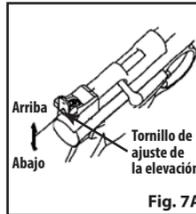

Fig. 7A
- La mira trasera se puede ajustar para disparar más arriba o más abajo (elevación). Afloje el tornillo de ajuste de elevación girándolo en sentido contrario al de las manecillas del reloj. Mueva la mira hacia arriba para que el perdigón golpee más alto en el blanco. Mueva la mira hacia abajo para que el perdigón golpee más bajo en el blanco. Después apriete el tornillo de ajuste de la elevación girándolo en el sentido de las manecillas del reloj (Fig. 7A).